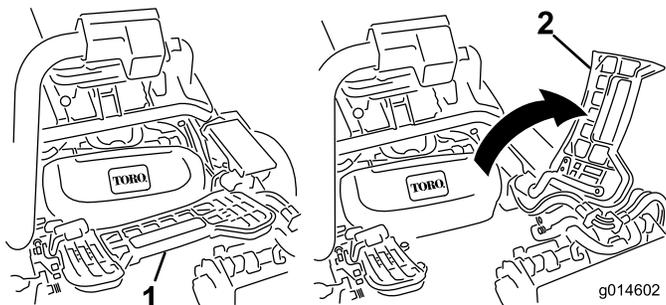

図 32
1. フットレストを跳ね上げて開き、中央カッティングユニット取り付け位置へのアクセスを確保する 図 32。